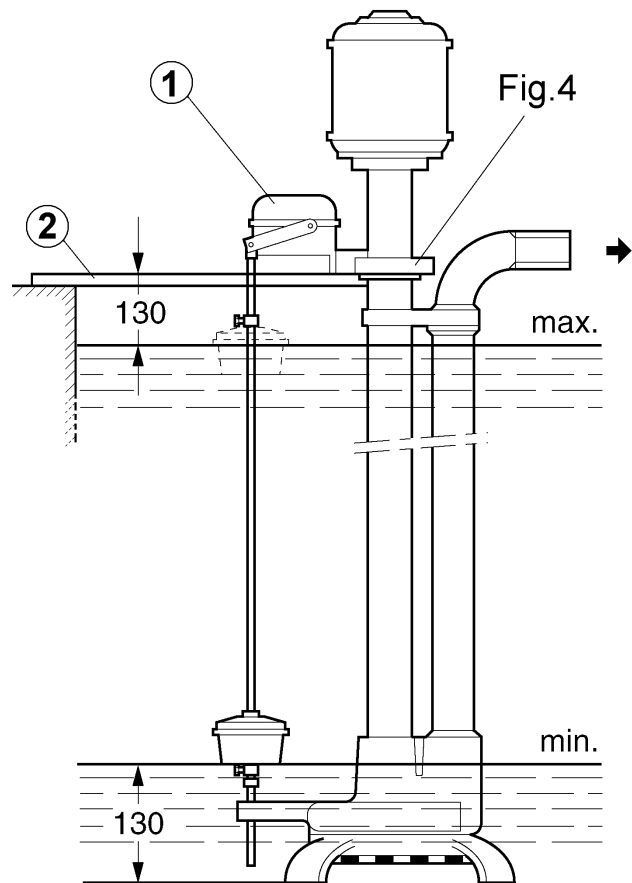
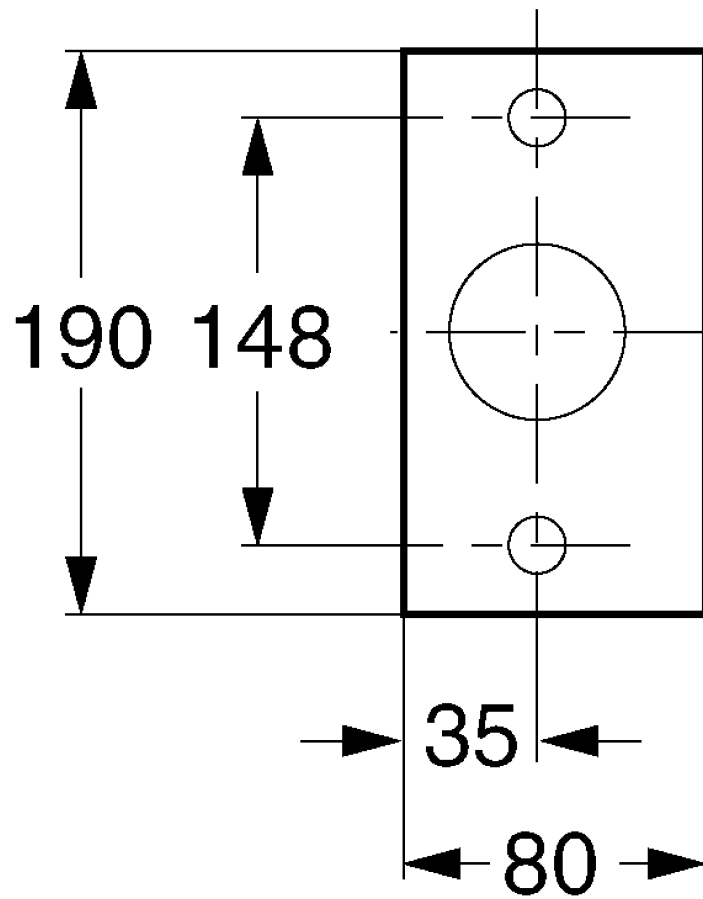

Fig. 2
Fig. 4
VC 40: skrzynka przełączająca montowana oddzielnie (rys. 2, poz. 1).
- Pompę VC 40 można zawiesić i zamocować na 2 dokładnie poziomych połówkach pokrywy studzienki (rys. 2, poz. 2) za pomocą kołnierza mocującego (rys. 4).